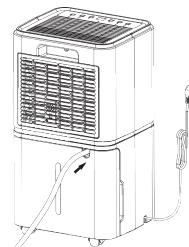

Рис. 4
- B. Непрерывный слив (Рис. 4).** Для слива конденсата подсоедините дренажный шланг к отверстию в верхней части бака и организуйте отвод воды в специальную емкость либо в канализационное отверстие.